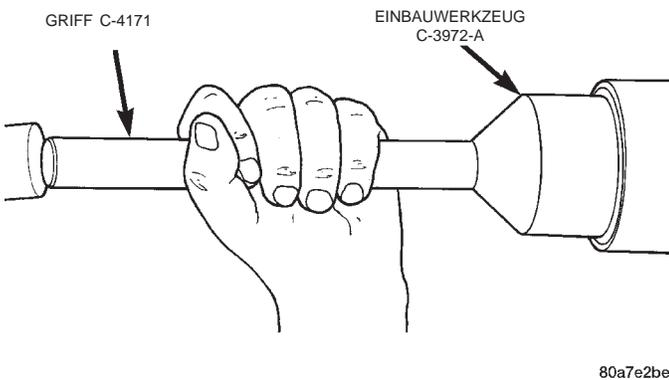

Abb. 8 Wellendichtring einbauen
- (1) Die Lippe des Wellendichtrings leicht mit Getriebeöl einölen. Den Dichtring mit Spezialwerkzeug C-3972-A und Griff C-4171 einbauen (Abb. 8).